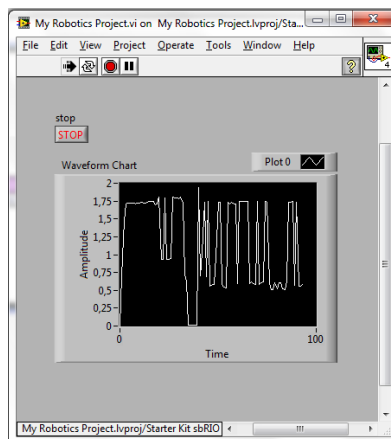

Fig. 32 Panel Frontal del proyecto ejecutándose.
10. Haga Click en Run y observe lo que aparece en el panel frontal (Fig. 32). Esta señal variara dependiendo de los obstáculos que estén al frente del sensor de ultrasonido.